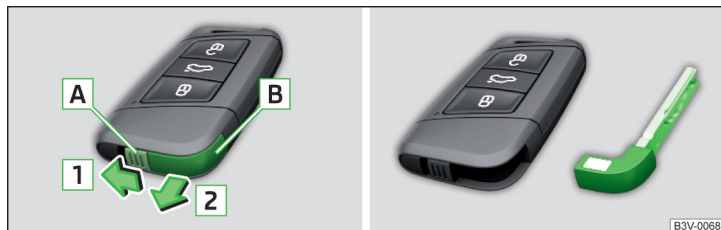

Fig. 50 Clé KESSY
- Appuyez sur la poignée de déverrouillage **A** dans le sens de la flèche **1** » fig. 50.